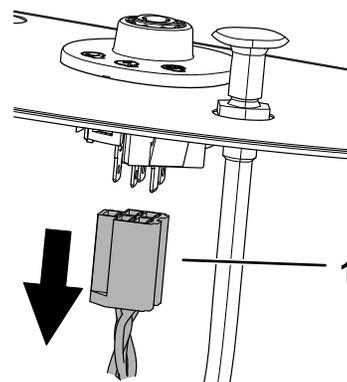

**Figure 4**
1. Retirez la vis de fixation du panneau de commande, puis déposez le panneau pour accéder au faisceau de câblage (Figure 4).
4. Reposez le panneau de commande et fixez-le à l'aide des vis retirées précédemment (Figure 4).